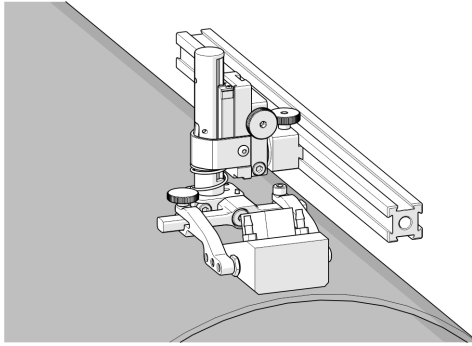

**Figure 2-78 Abaissement bers la surface de balayage**
3. Serrez la molette de réglage vertical (voir la Figure 2-78 à la page 102).